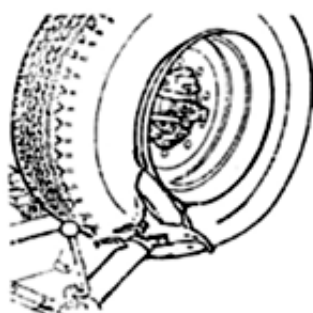

Fig 8
- (3) Используя джойстик (5) установите диск (12) у края обода (рис. 8).